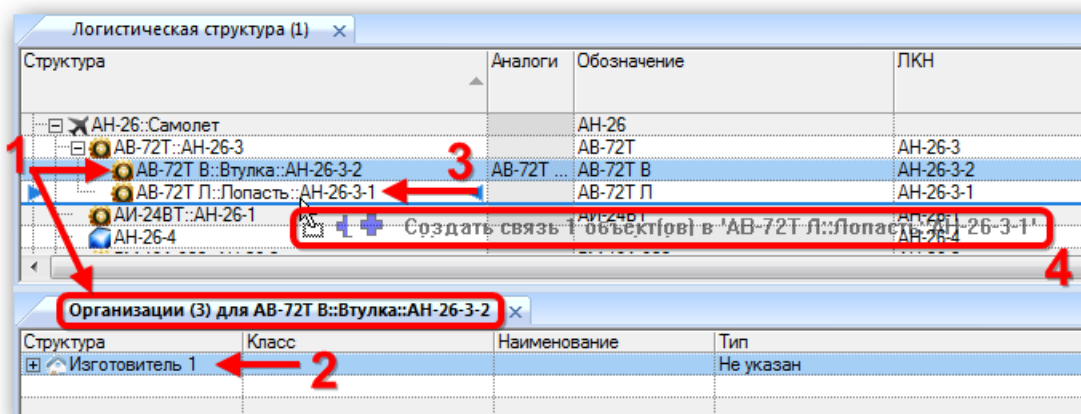

Рис. 9-52 – Перемещение организации из окна связанных объектов на компонент
3) Откроется окно связанных объектов «Организации» для выбранного компонента (1 на рис. 9-52).
4) Переместить организацию из окна связанных объектов (2 на рис. 9-52) на компонент (3 на рис. 9-52).